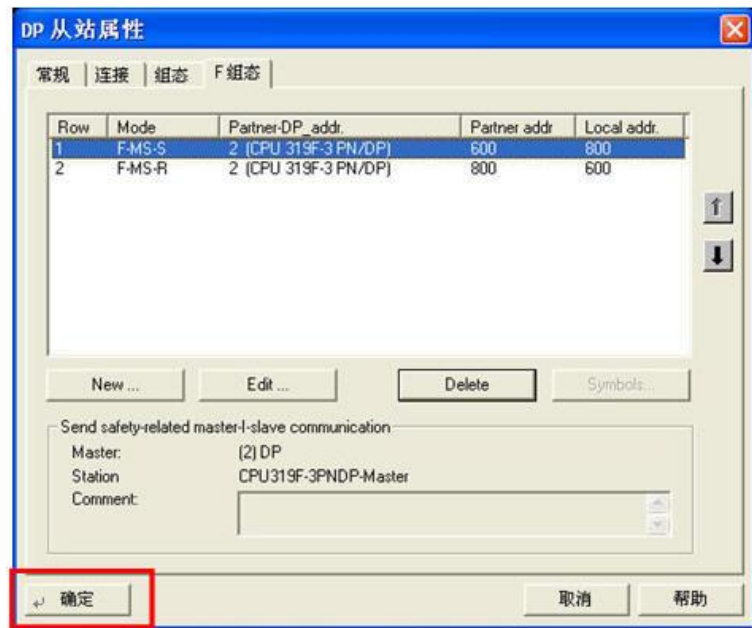

图 2-14 添加数据后结果
- 14) 添加成功后数据图示, 点击“确定”, 如图 2-14